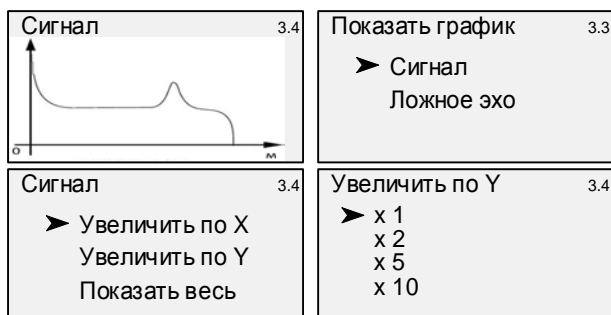

Рис. 5.16. Меню отображения сигнала или ложного эхо-сигнала.
- отображение графиков сигнала или ложного эхо-сигнала в пределах диапазона измерения (рисунок 5.16). Ложный эхо-сигнал